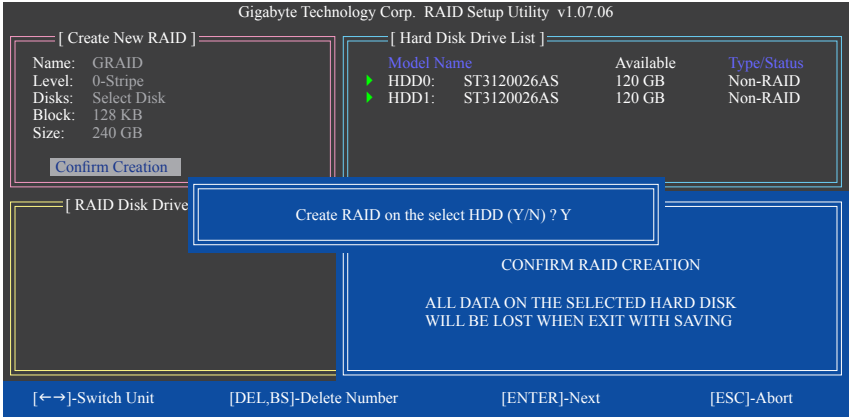

图7
6. 确认建立磁盘阵列(Confirm Creation)：完成以上设定后光标将自动跳至 “Confirm Creation” 项目，请按<Enter>键。当确认消息出现时，确定制作磁盘阵列请按<Y>，取消请按<N> (图7)。